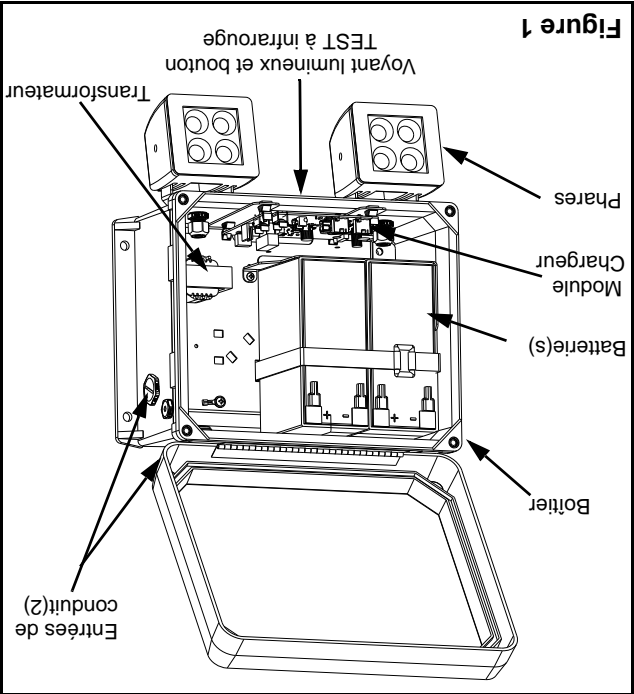

Figure 1
- a. Ouvrir le couvercle (Figure 1). Choisir l'entrée pour le conduit C.A. (sur le dessus ou le côté) et retirer une des garnitures en plastique. Pour les unités avec éclairage de secours satellite : retirer la deuxième garniture pour installer le conduit pour le C.C.